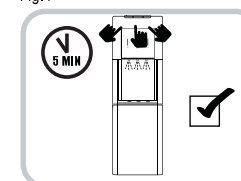

Fig.2
5. Conecte el dispensador al tomacorriente. Por favor revise antes las secciones de INSTRUCCIONES IMPORTANTES DE SEGURIDAD y GUIA DE INSTALACIÓN. La unidad empezará a llenar los tanques de agua fría y caliente (esto tomará aproximadamente 5 minutos). Permita que el agua se asiente en los tanques de agua caliente y fría por lo menos 5 minutos. Presione en cada una de las llaves (caliente y fría) para confirmar que el agua esta corriendo por la unidad. (Fig. 2)